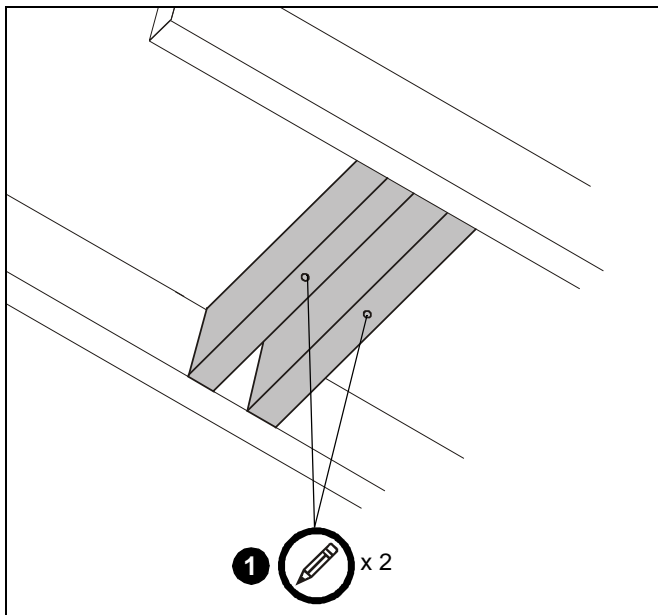

Figure 1
1. En utilisant la plaque CPA395 (A) comme gabarit, marquez les emplacements des deux trous de guidage (Voir la Figure 1). Assurez-vous que les emplacements se trouvent au centre des solives en bois.
2. Percez des trous de guidage de 1/4" dans les solives en bois (Voir la Figure 1). Assurez-vous que les trous de guidage sont droits.